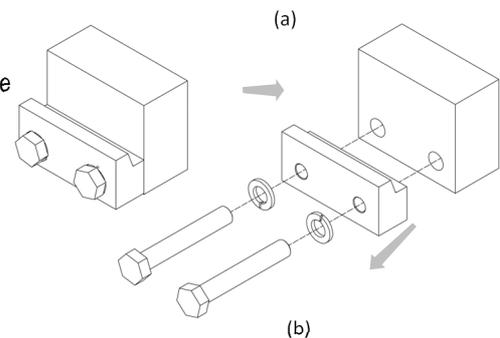

Abbildung 10
4. Entfernen Sie die unteren Haken vom Gerät (siehe *Abbildung 10*).